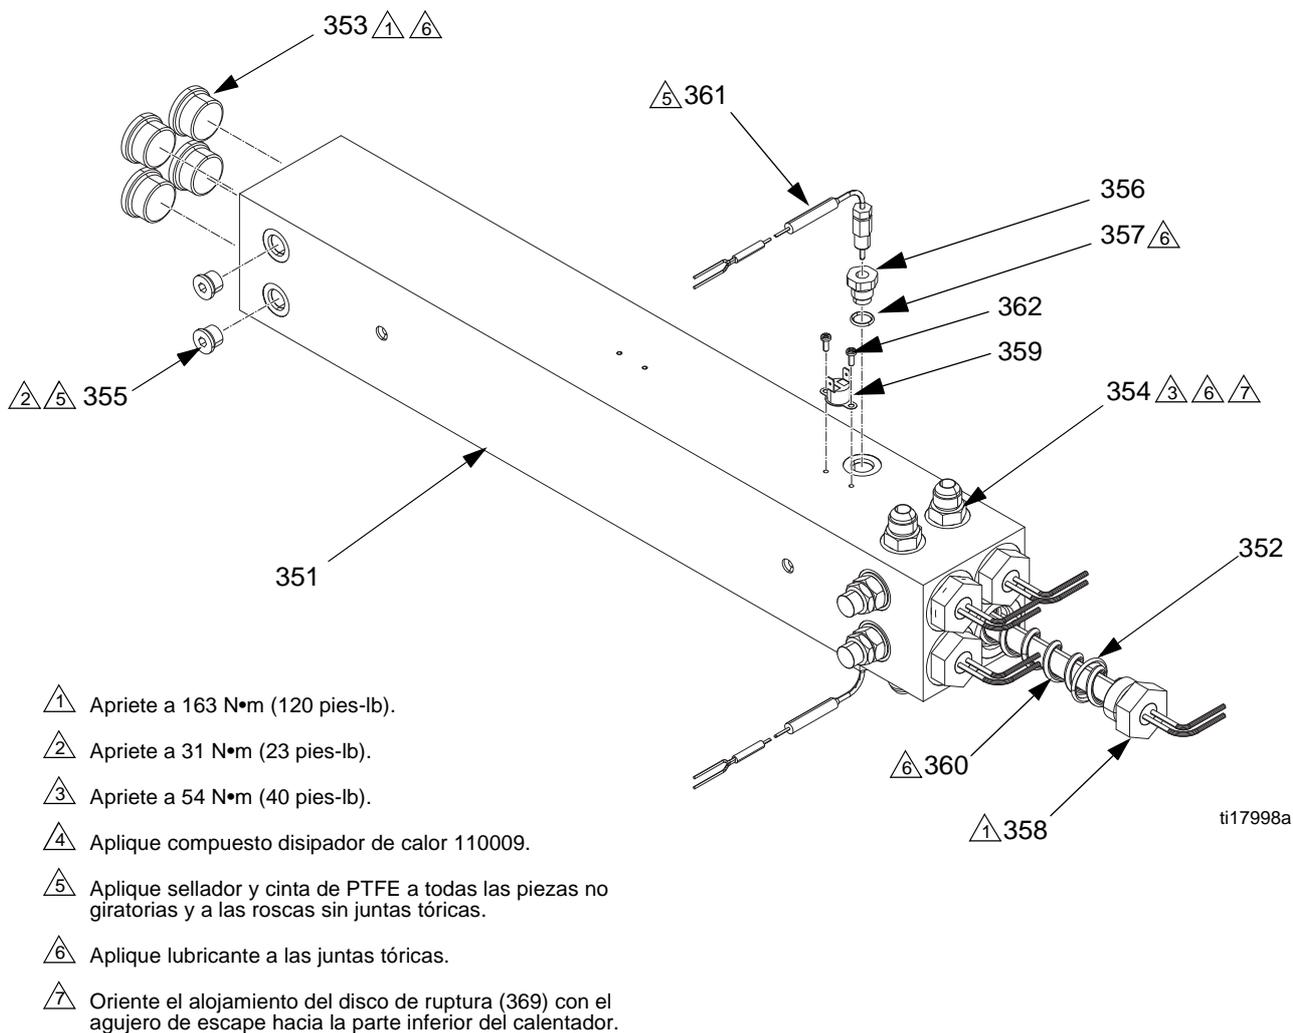

FIG. 7. Calentador de zona doble de 6 kW
5. Vea la FIG. 7. Desconecte los cables del elemento calentador del conector del cable del calentador. Pruebe con un ohmiómetro.